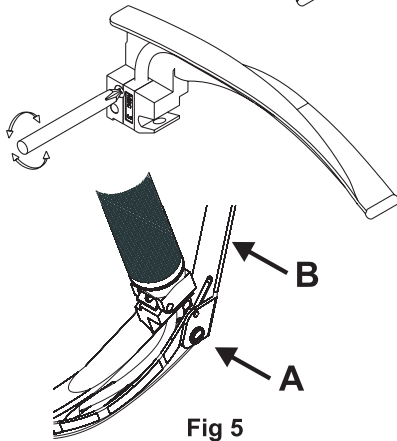

Fig 5
5. Pour retirer le guide de lumière, enlevez d'abord la vis A afin de pouvoir retirer le levier B, comme indiqué sur la Fig. 5. Il peut être nécessaire d'articuler le mécanisme de bascule de la lame avant de séparer le guide de lumière de la lame.